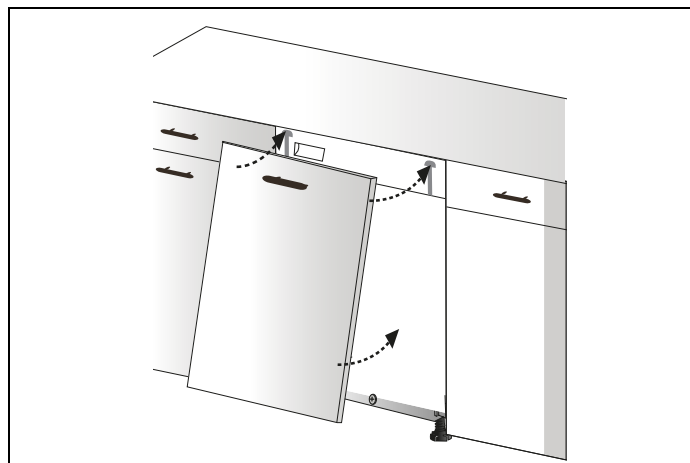

Fig. 27
- 7) Les supports de porte en plastique situés sur la porte en bois sont montés avec le lave-vaisselle correspondant aux décharges situées sur le panneau de commande et sont assemblés comme indiqué sur la Fig. 27 .